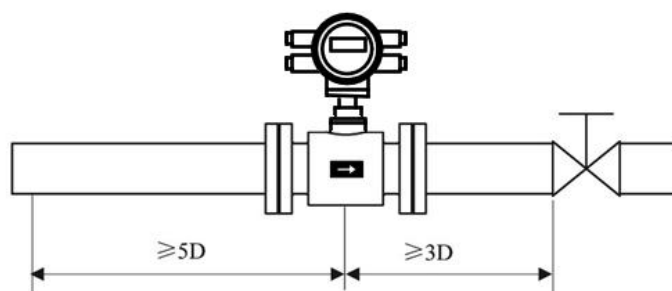
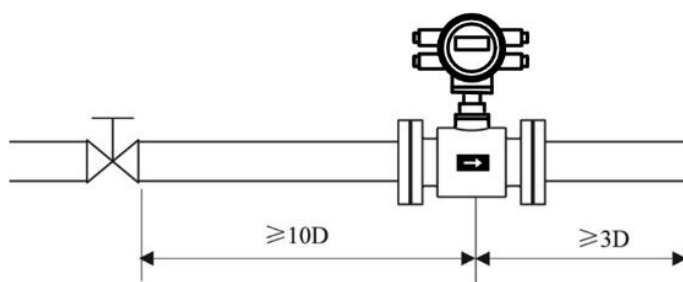

图 9 阀门位于传感器下游的安装
图 10 阀门位于传感器上游的安装
(1) 位置
(2) 避免磁场干扰
(3) 直管段长度
- 为确保流量计的测量精度，建议应保证传感器上游直管段长度至少应为 5 倍管径(5D)，下游直管段长度至少应为 3 倍管径(3D)。(参见图 8、图 9)
(4) 维修空间
(5) 对工艺上不允许流量中断的管道
- 在安装电磁流量计时应加设旁路通管和清洗口，如图 10 所示，这种装置可在流量计退出使用的情况下，保证设备系统连续工作。
(6) 电磁流量计的支撑